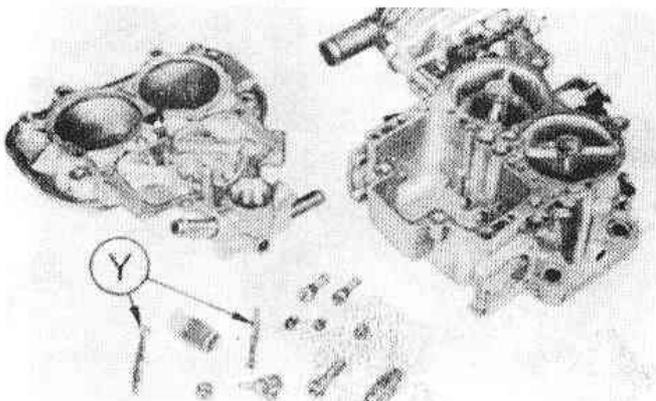
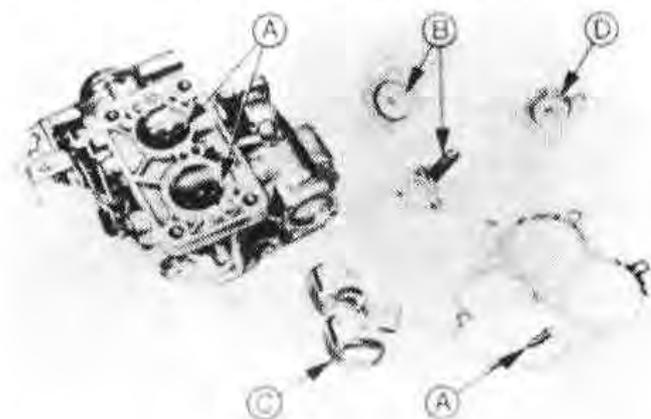

Рис.3.55. Детали, подлежащие чистке (Y — эмульсионные трубки (Разд.26)
Рис.3.58. Проверка деталей (А) на наличие повреждений и износа, (В) — трещин, (С) — течей и (D) (если имеется) — трещин (Разд.26):
9. Снимите две эмульсионные трубки с карбюратора (Рис.3.55).
13. Прочистите жиклеры и каналы карбюратора струей чистого, сухого сжатого воздуха (Рис.3.55). Проверьте поплавок на наличие признаков повреждений или течи. Проверьте диафрагмы клапана экономайзера и ускорительного насоса на наличие трещин или деформации. Проверьте регулировочный винт, седло игольчатого клапана и ось дроссельной заслонки на наличие признаков износа. При необходимости замените изношенные детали (Рис.3.58).